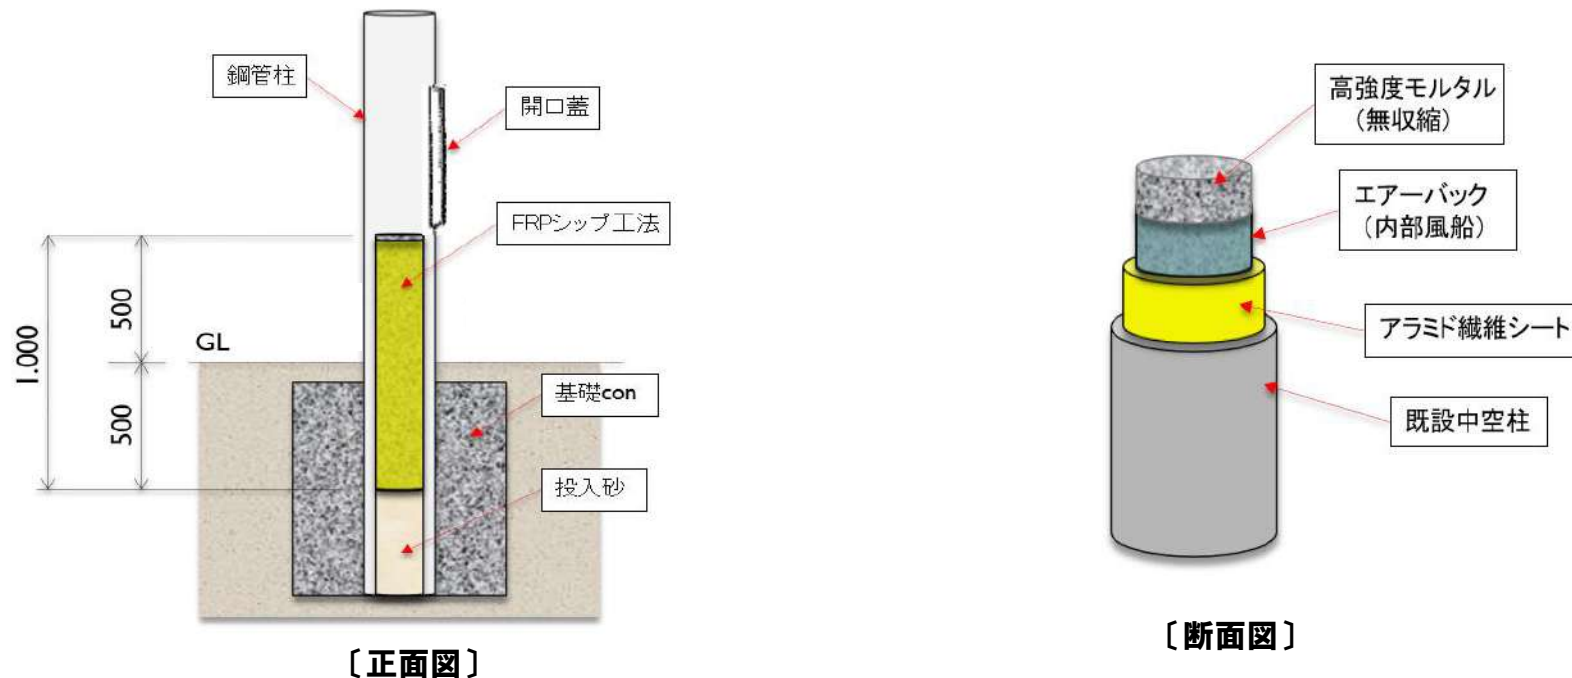

図1-1 FRPシップ工法の概要
FRPシップの概要を図 1-1 に示す。
(2) 外 観 普通仕様のアラミドパックの外観を図1-1に示す。
(図1-1) アラミドパック
(図1-1) 二筒仕様のアラミドパック